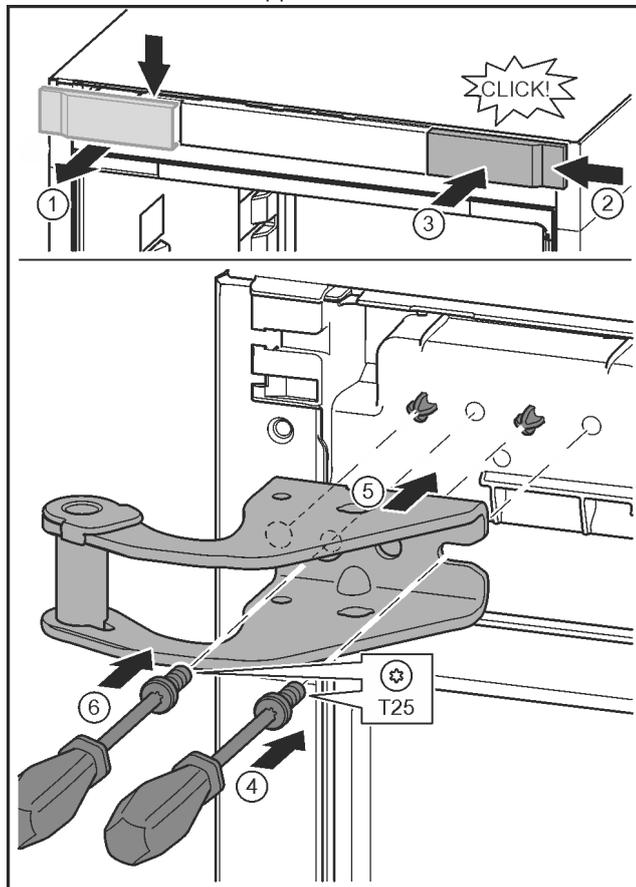

Fig. 13
- ▶ Staccare la copertura e rimuovere lateralmente. Fig. 13 (1)
- ▶ Agganciare la copertura ruotata di 180° sull'altro lato da destra. Fig. 13 (2)
- ▶ Inserire a scatto la copertura. Fig. 13 (3)
- ▶ Applicare la vite con il cacciavite T25. Fig. 13 (4)
- ▶ Applicare il blocco di supporto superiore. Fig. 13 (5)
- ▶ Serrare la vite. Fig. 13 (4)
- ▶ Applicare la vite con il cacciavite T25 e serrare. Fig. 13 (6)